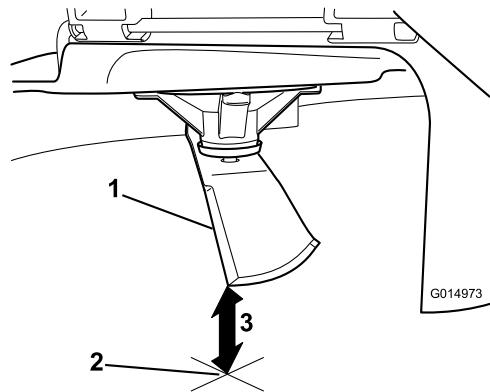

Figura 57
3. Mida desde la punta de la cuchilla hasta la superficie plana (Figura 57).